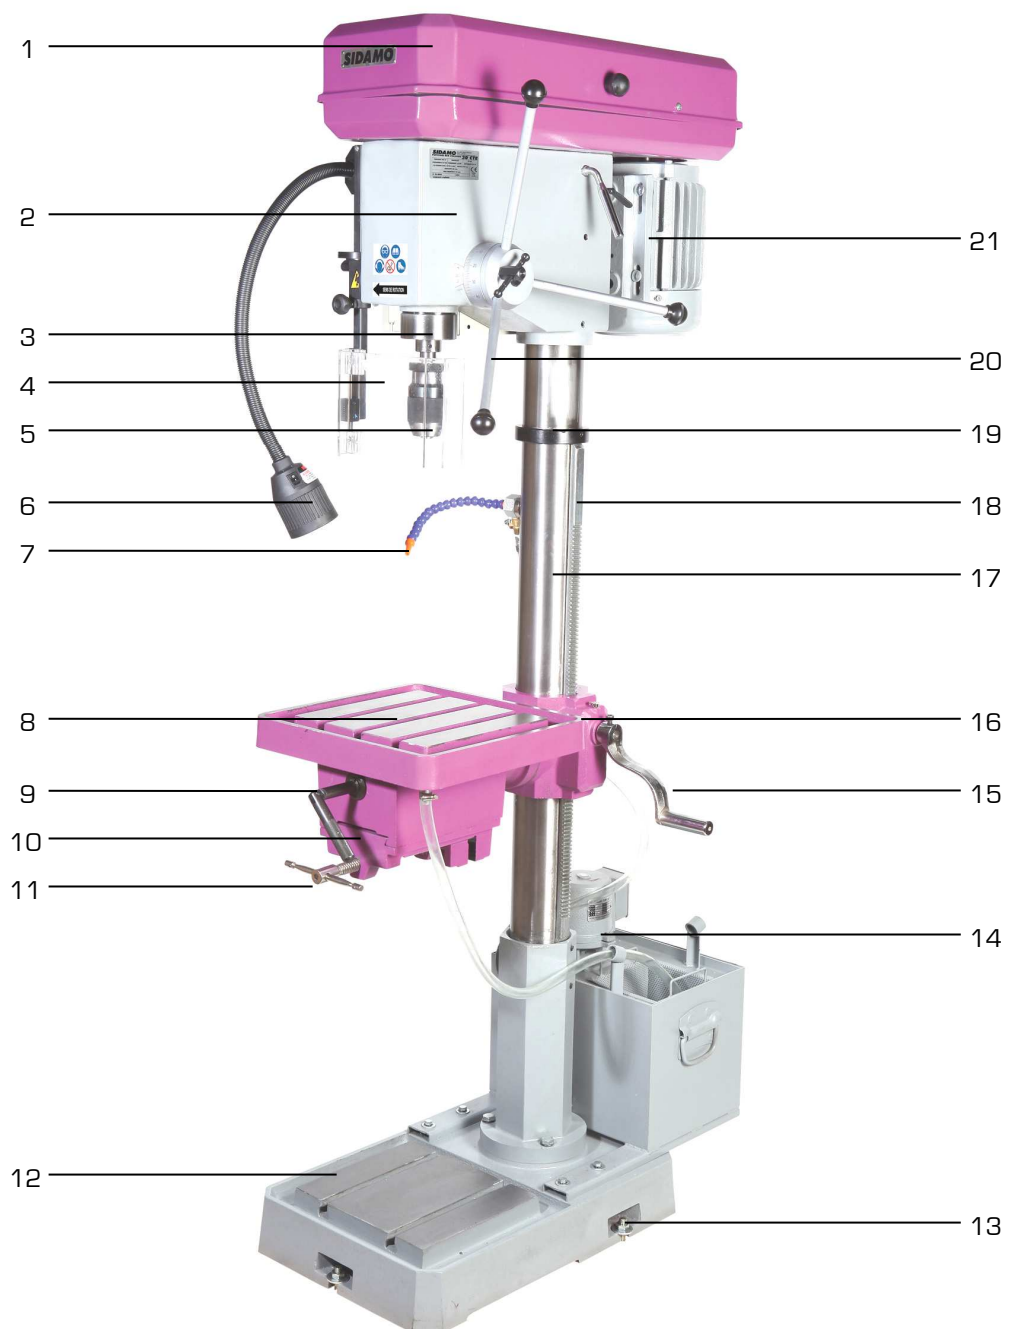

Figure 1
Prévoir des trous de fixation en correspondance des points de fixation scellement base (13 fig.1) et procéder à la fixation.
- Les bras et les poignées de descente de broche (20 fig.1).
- La manivelle de montée/descente de table (15 fig.1).
- Le tuyau de liquide de coupe aimanté (7 fig.1).
- Le mandrin auto-serrant + la queue de mandrin (5 fig.1).